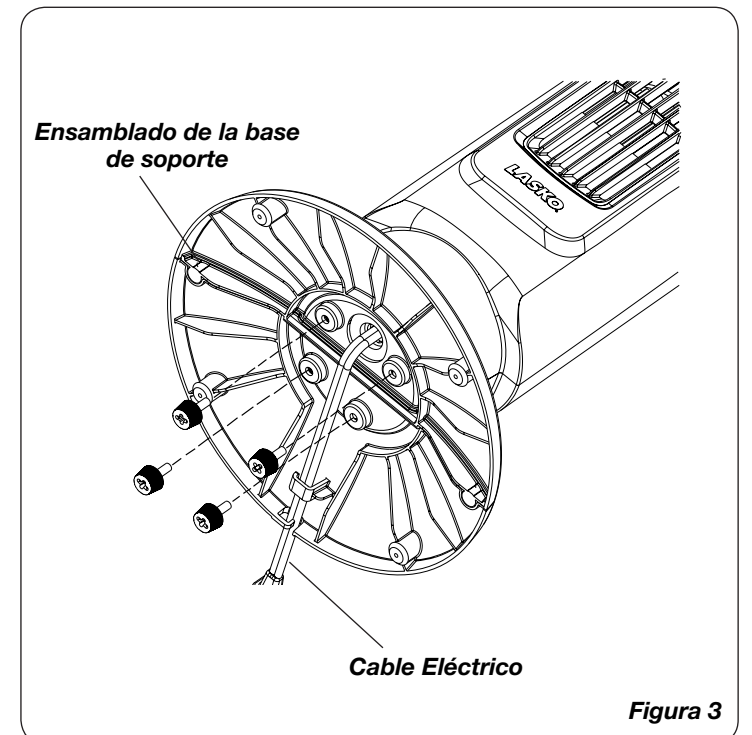

Figura 3
- Alinee los orificios de la base de soporte con el inserto roscado en la parte inferior del ventilador. Asegure los (4) tornillos mariposa en los cuatro agujeros en la parte inferior de la base (Figura 3).
- Dirija el cable de alimentación eléctrica por detrás de la base de soporte como se muestra (Figura 3).